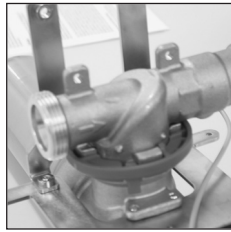

Imagen 3
- Coloque el aparato con la parte posterior hacia arriba sobre una base blanda (véase imagen 3).